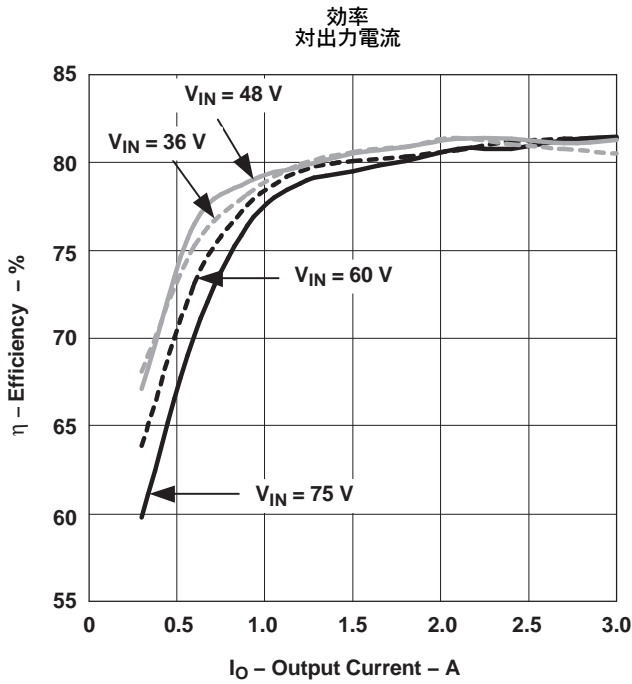
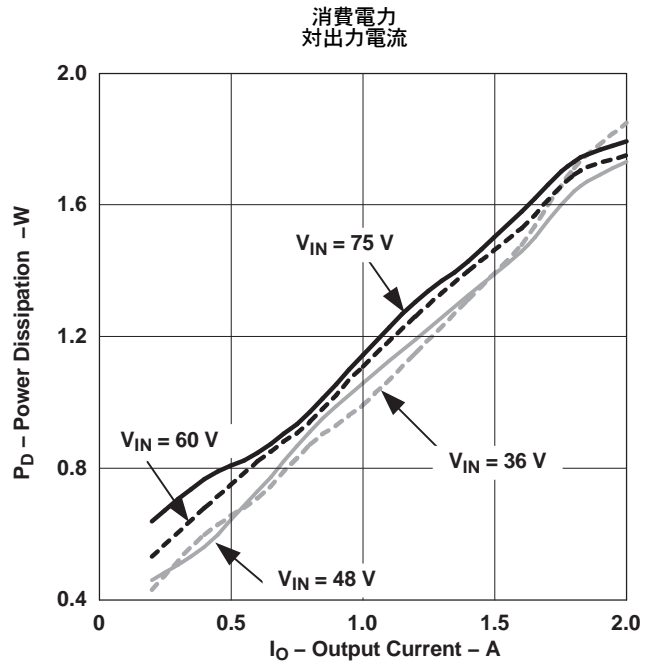
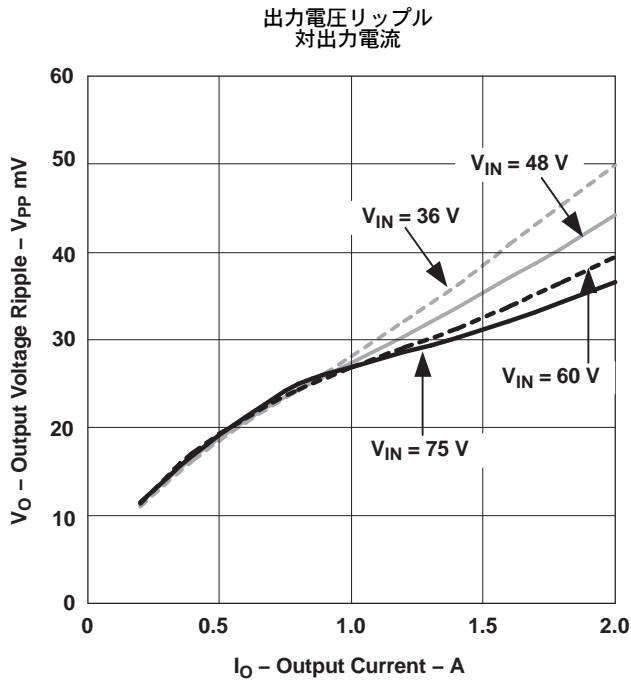

図 5.
図 6.
図 7.
- (3) 次の図 5、図 7、および図 6 に掲載されているすべてのデータは、 25°C 時に実際の製品から取得したものです。このデータはDC/DCコンバータの代表データと考えられます。